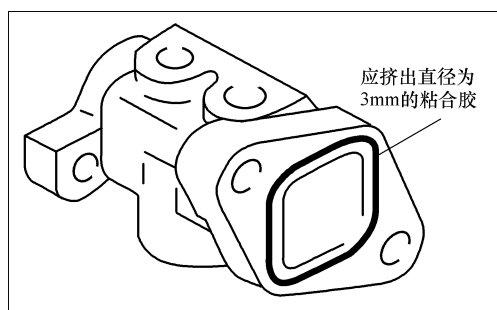

图 2-52 旁通水管接头
2) 旁通水管接头安装时，如图 2-52 所示，应在密封处涂抹粘合胶。必须在粘合胶还湿润时（15min 之内），迅速安装旁通水管接头。在安装后的 1h 内，不得向粘合的部分上滴油液。